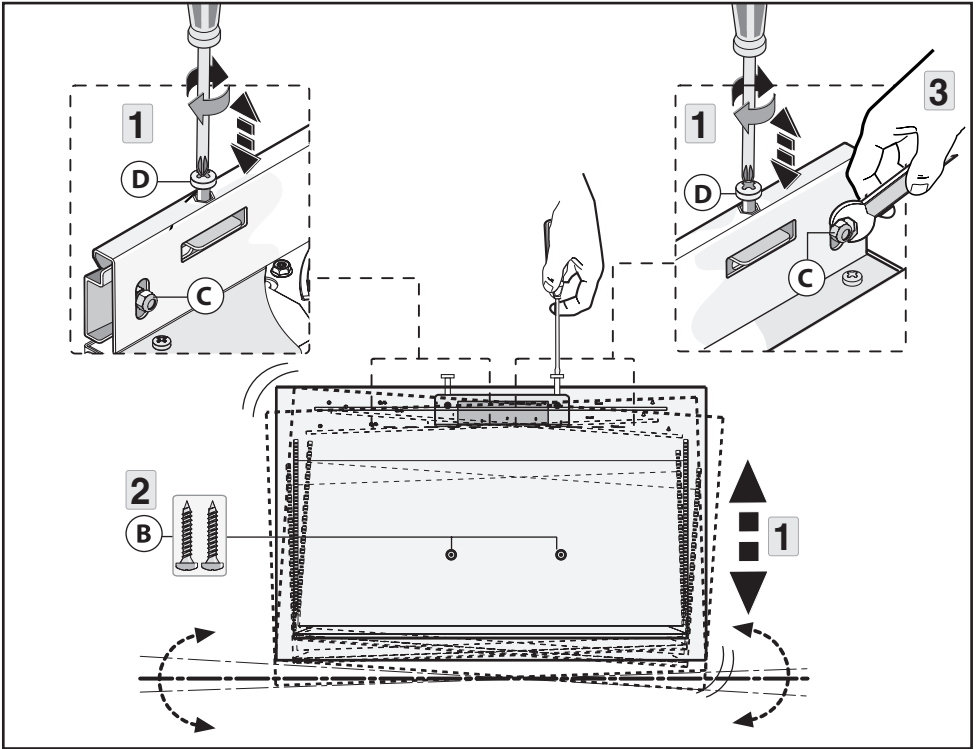

Fig.5
- Allineare l'apparecchio in posizione orizzontale agendo sulle due viti di livellamento **D** Fig. 5 - fase 1.
- A regolazione avvenuta fissare la cappa definitivamente tramite le viti **B** e i dadi **C** Fig. 5 - fase 2-3.